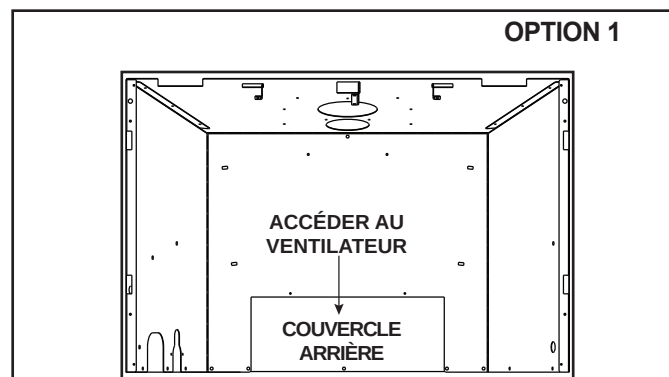

Figure 6.3 Couvercle retiré (Option 1)
2. Retirez les cinq vis du couvercle arrière Voir la figure 6.3.